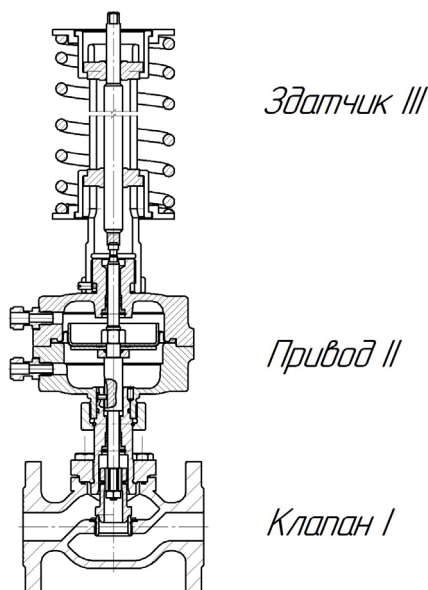

Рисунок 1
2.1. Основные технические данные и характеристики регулятора приведены в таблицах 1, 2, 3 и рис. 1, 2.